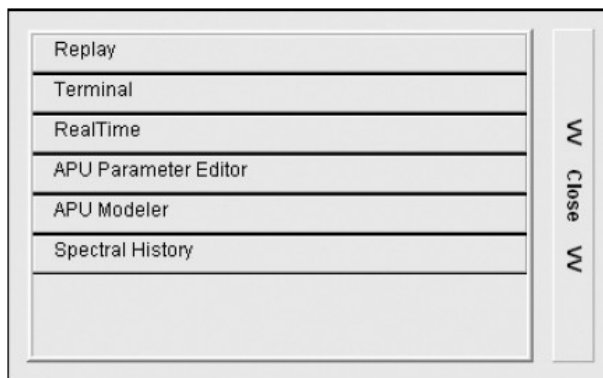

Рисунок 7-16: Меню режимов SpectraView®
1. Запустите программу SpectraView® и выберите в меню режимов значение **Terminal Mode (Режим терминала)**, см. рисунок 7-16. Появится экран, показанный на рисунке 7-17.